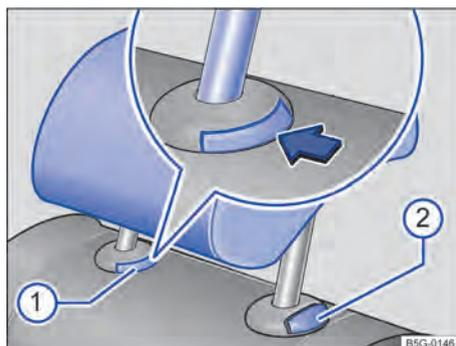

Fig. 80 Apoio para cabeça traseiro: desinstalar.
- Pressionar o botão → Fig. 80 ① na guia do apoio para cabeça.
- Ao mesmo tempo, pressionar o botão → Fig. 80 ②, enquanto outra pessoa retira totalmente o apoio para cabeça.
- Empurrar o apoio para cabeça para baixo com o botão → Fig. 80 ② pressionado.